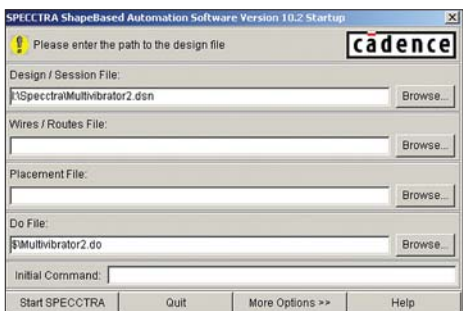

Рис. 11. Выбор файла проекта в программе Specetra
7. Запустим программу Specetra. На экране появится диалоговое окно выбора проекта (рис. 11).